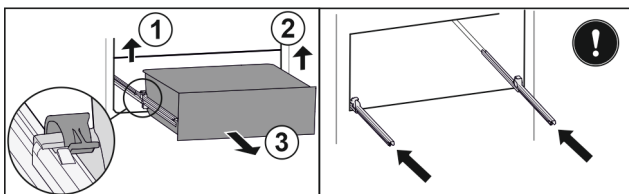

Fig. 92
- Linker klem optillen en gelijktijdig lade links naar voren trekken. Fig. 92 (1)
- Rechter klem optillen en gelijktijdig lade rechts naar voren trekken. Fig. 92 (2)
- Lade naar voren toe verwijderen. Fig. 92 (3)